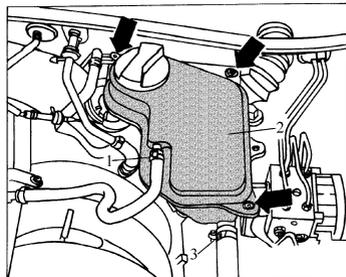

图 2-12 拆下冷却液软管
26) 拆下冷却液软管 1 和 3 (图 2-12)。
27) 拧下冷却液膨胀罐 2 的固定螺栓 (图 2-12 箭头所指)。